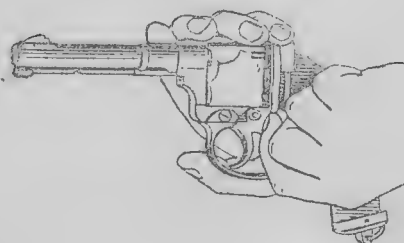

Рис. 34. Как вынуть собачку
8) вынуть собачку, положив револьвер на ладонь левой руки, как показано на рис. 34;